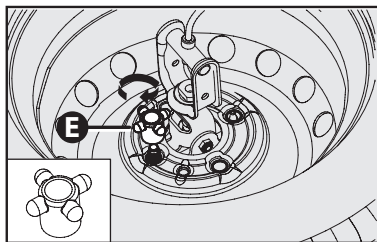

fig. 5
- Retirar la tuerca que traba el dispositivo **E-fig. 5**, girar en sentido horario y empujar cuidadosamente la rueda reemplazada hacia abajo del vehículo.